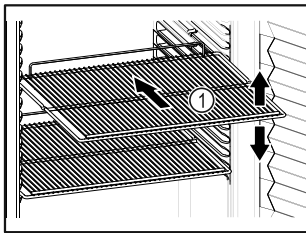

Fig. 56
- ❑ Εάν οι σχάρες Fig. 56 (1) είναι ρυθμιζόμενες, προσαρμόστε τα ανάλογα με το ύψος.